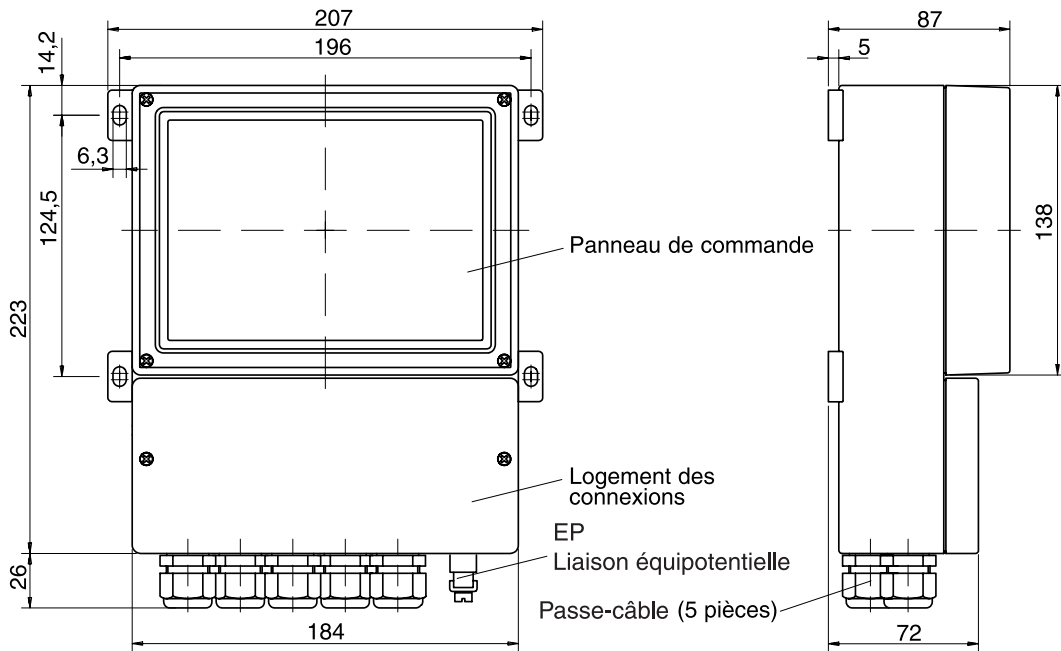

Fig. 1-1 Dessin coté Transmetteur 7220X
- Le boîtier résistant aux intempéries autorise un montage mural direct, dessin coté voir Fig. 1-1.